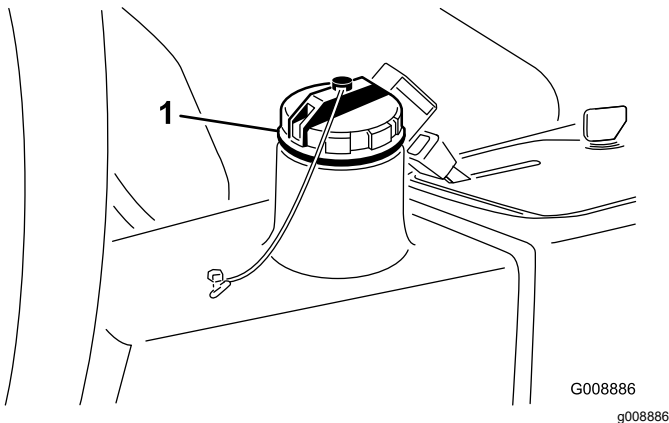

Figura 81
4. Llene el depósito (Figura 81) con aproximadamente 13,2 litros de aceite hidráulico; consulte Comprobación del sistema hidráulico (página 26).